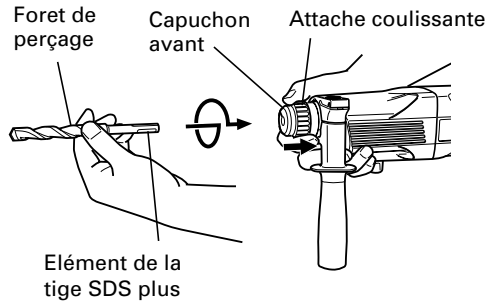

Fig. 2
6. Montage du foret de perçage (Fig. 2)
- (1) Pour fixer un foret de perçage (tige SDS plus), tirer complètement l'attache coulissante dans le sens de la flèche, comme indiqué sur la Fig. 2, puis insérer le foret tout en le faisant tourner jusqu'à ce qu'il atteigne le fond.
- (2) Lorsque l'attache coulissante est relâchée, le foret est fixé.
- (3) Pour retirer le foret de perçage, tirer complètement l'attache coulissante dans le sens de la flèche et sortir le foret.